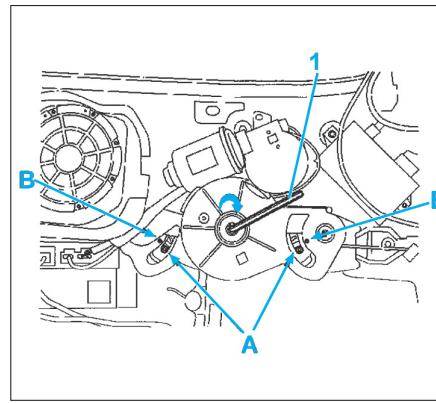

Fig. 42
- Mettre une clé mâle six pans de 8 mm (1) dans le moyeu du mécanisme (Fig.42).
- tourner à droite pour tendre les câbles, tirer sur la clé pour les détendre, de façon à positionner les repères mobiles (A) dans les lumières en face des repères fixes (B) sur le carter du mécanisme.